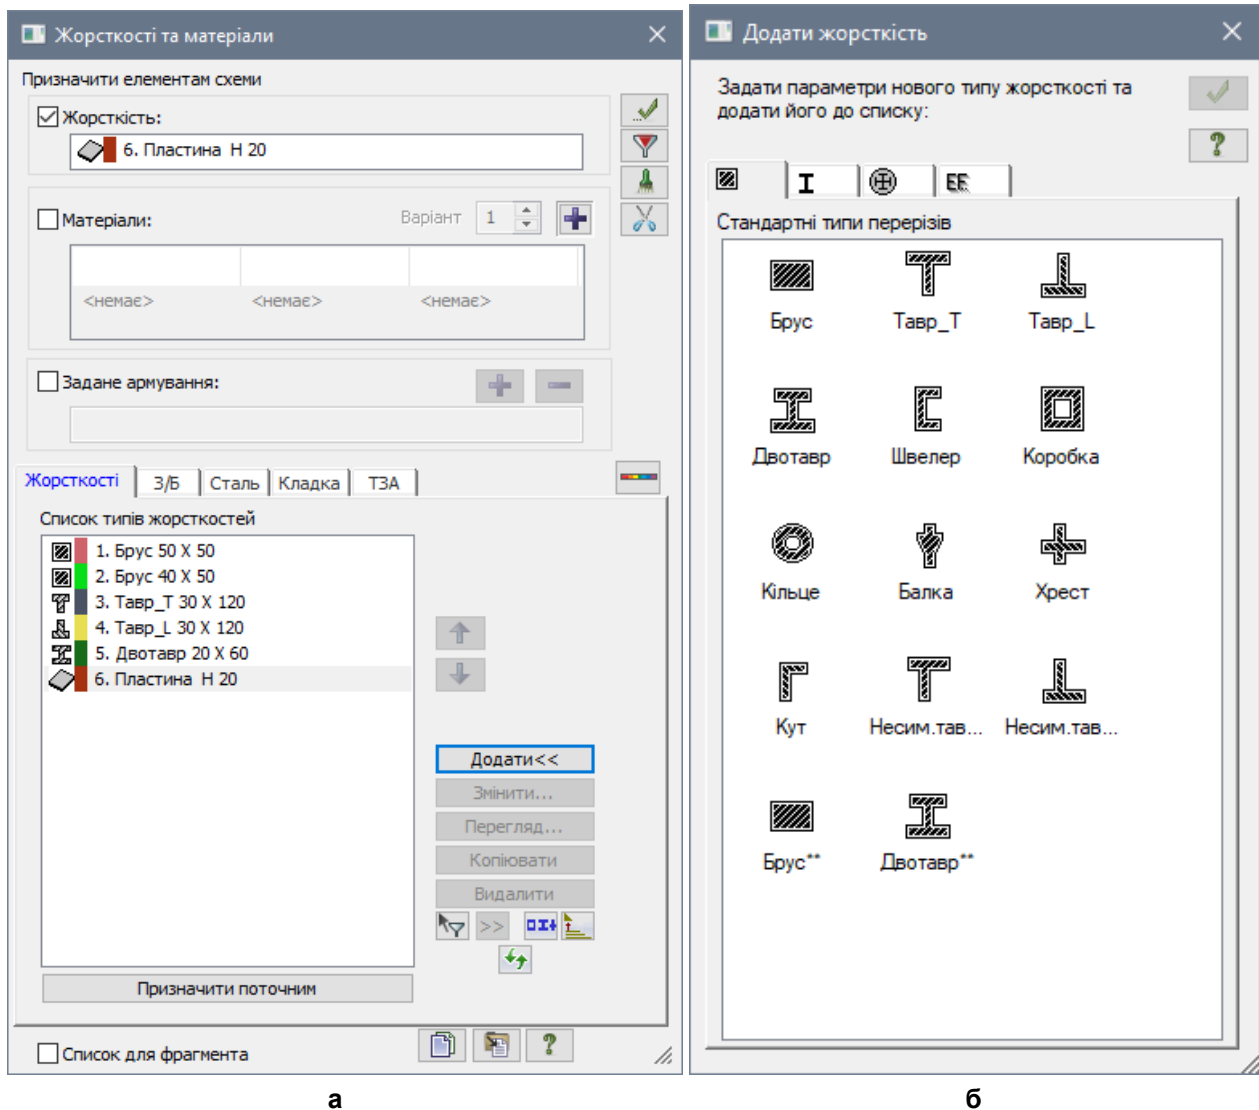

Рис. 18.5. Діалогові вікна: а – Жорсткості та матеріали, б – Додати жорсткість
- Натисканням по кнопці  – **Жорсткості та матеріали** (панель **Жорсткості та в'язі** на вкладці **Створення та редагування**) викличе діалогове вікно **Жорсткості та матеріали** (рис. 18.5,а).
- У цьому вікні натисканням по кнопці **Додати** викличе діалогове вікно **Додати жорсткість**, для того щоб вивести список стандартних типів перерізів (рис. 18.5,б).